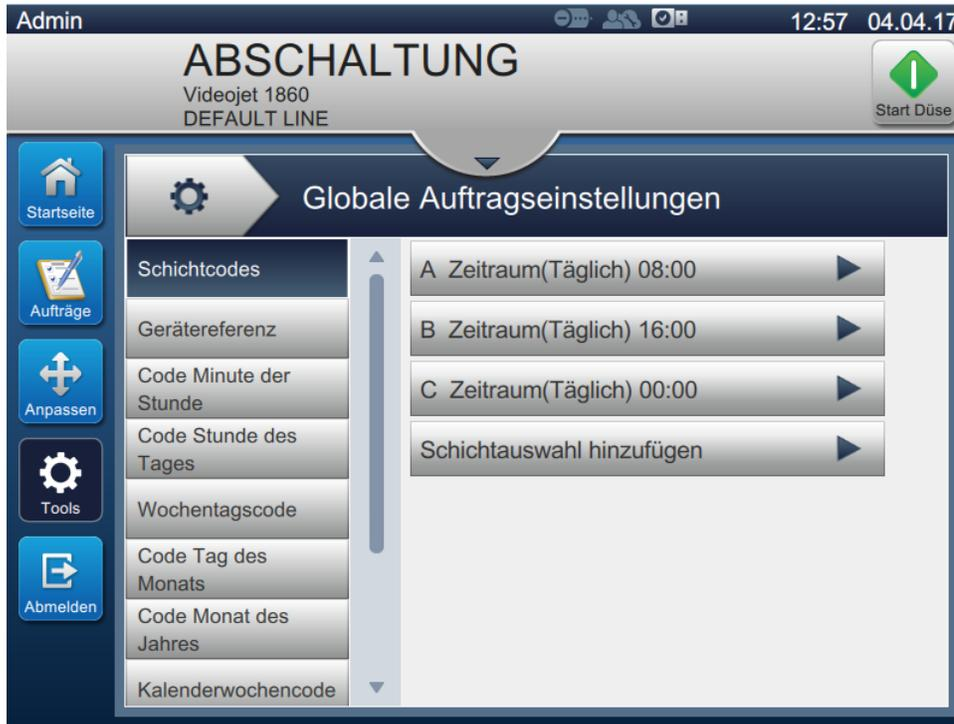

Abbildung 6-15: Globale Auftragseinstellungen
1. Berühren Sie die  Schaltfläche auf dem Bildschirm „Werkzeuge“. Der Bildschirm „Globale Auftragseinstellungen“ erscheint, wie dargestellt in Abbildung 6-15.